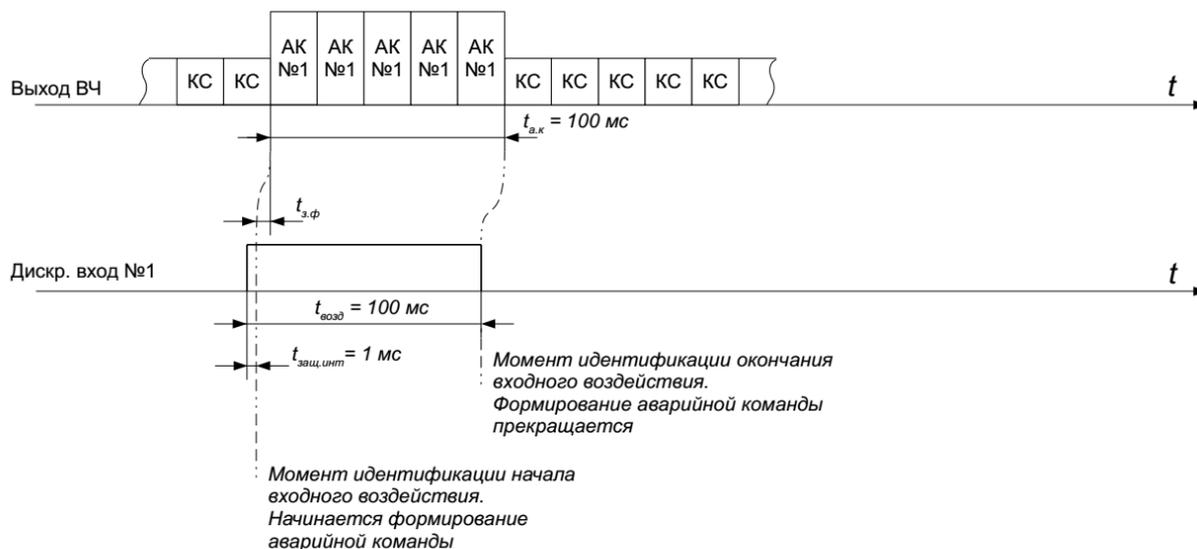

Рисунок 5.2.3.2 - Передача длительной аварийной команды
**Пример 3.** Передача импульсных аварийных команд согласно приоритету (см. рисунок 5.2.3.3). Длительность формируемых аварийных команд  $t_{a.к} = 20$  мс. К каждой аварийной команде привязан один дискретный вход с тем же номером. Защитный интервал  $t_{защ.инт} = 10$  мс,